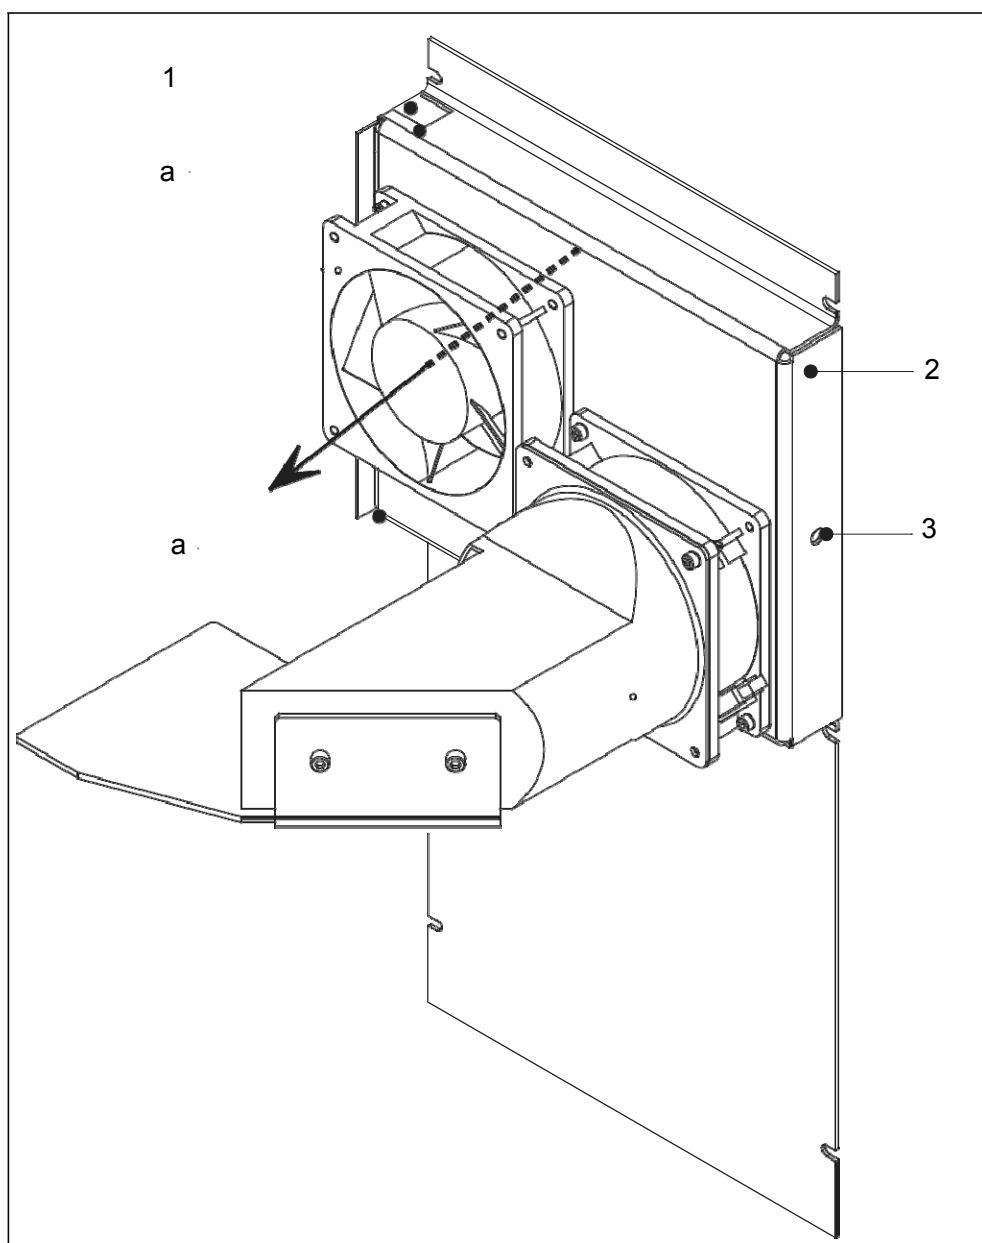

Рис. 9-2 Замена фильтрующего элемента
- Ухватите фильтрующий элемент двумя пальцами (Рис. 9-2/а) и вытяните его из направляющей планки. Кроме того, фильтр можно протолкнуть вперед через специальное отверстие для выталкивания (Рис. 9-2/з) на задней панели с помощью подходящего инструмента.
- Замену фильтрующего элемента производите в правильном направлении. Направление обозначено черной стрелкой на Рис. 9-2.